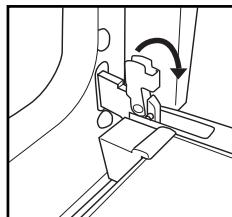

Fig. 1
2. Ridicați cele două dispozitive de oprire și împingeți-le în față până se opresc (Fig. 1).